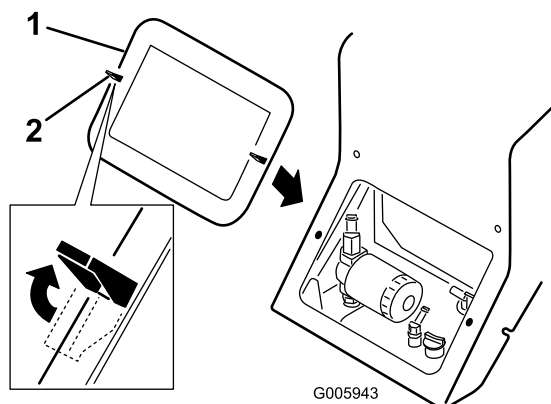

図 24
3. ロッキングタブ（2枚）（図 24）を外す（図は上タブと左タブ）